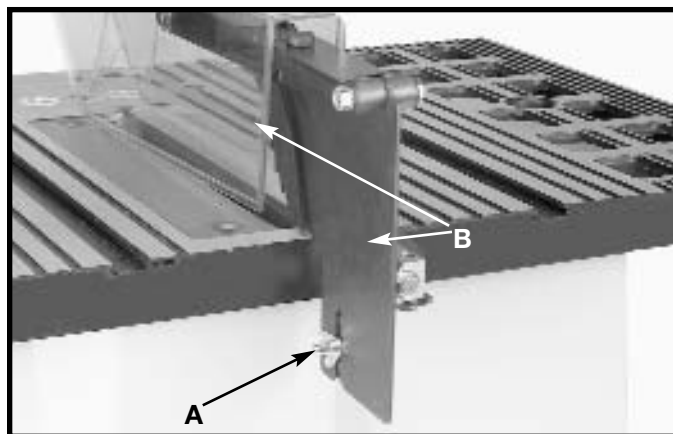

Fig. 44
Avant de rainurer, desserrer l'écrou à oreilles (A) fig. 44 et retirer l'ensemble pare-main/couteau séparateur (B). Garder l'ensemble sous la main pour le replacer après le rainurage.